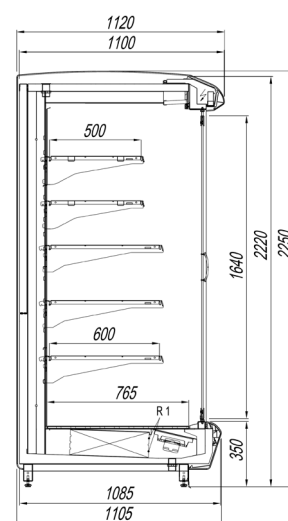

Рисунок 2. Витрина КВАРЦ СТЕКЛЯННЫЕ ДВЕРИ
- «КВАРЦ СТЕКЛЯННЫЕ ДВЕРИ» - пристенная среднетемпературная горка со стеклянными бескаркасными дверями, ширина основания 1105мм (рисунок 2);